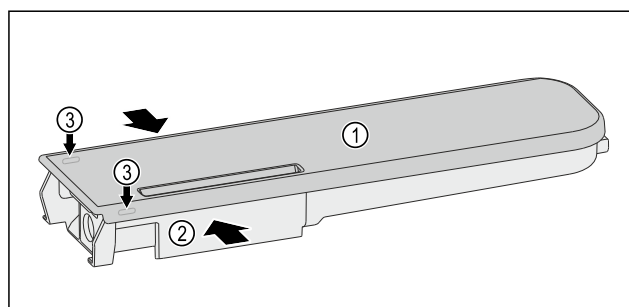

Fig. 231
- ▶ Ścisnąć zbiornik wody Fig. 231 (2), a pokrywę Fig. 231 (1) podnieść ostrożnie nad uchwyty zatrzaśkowe Fig. 231 (3) i pociągnąć w górę.
- ▶ Pokrywę przestawić delikatnie w przód i w tył Fig. 231 (1) i pociągnąć w górę.